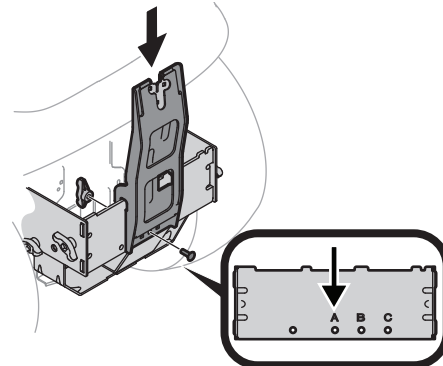

Figura 5
2. Alinear el orificio central del soporte vertical con el orificio del soporte de montaje transversal que corresponde al tamaño de plataforma de su tractor. Consulte la Figura 5.
3. Fije el soporte de montaje vertical al conjunto de montaje con un perno de carro (710-0276) y una perilla de aleta (720-04122) del paquete de herrajes (689-02364). Consulte la Figura 5 en la página 17.